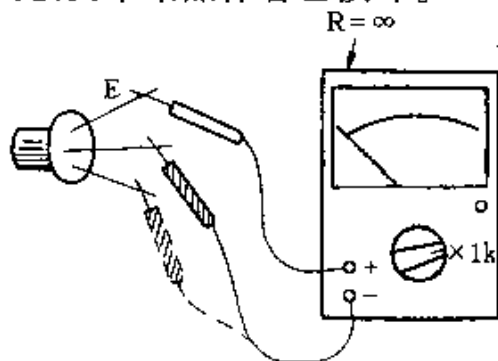

图 2-257
③ 检测 PN 结反向电阻:红表笔接发射极 E,黑表笔分别接两个基极,如图 2-257 所示,读数均应为无穷大。如果测量结果与上述不符,则被测单结晶体管已损坏。